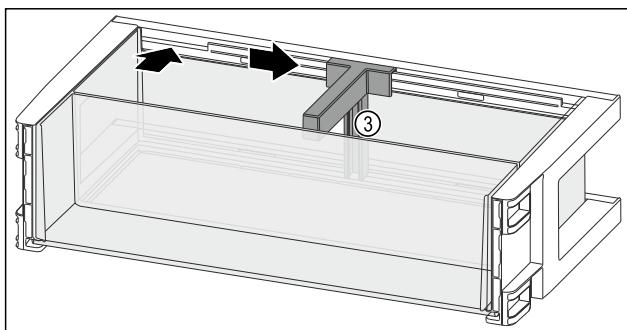

Fig. 99
- Vložte držiak fliaš Fig. 99 (3) do vybrania.
- Potlačte držiak fliaš Fig. 99 (3) v požadovanej polohe do strany.